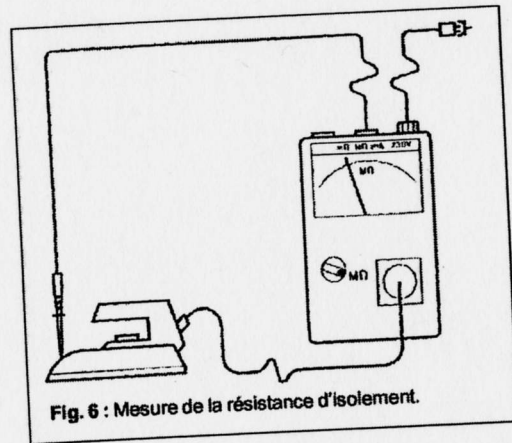

Fig. 6 : Mesure de la résistance d'isolement.
4.2- Mesure de la résistance d'isolement (Fig. 6)